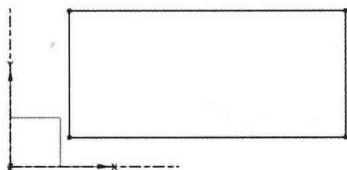

图 1-16 绘制矩形
单击“矩形”按钮,在【矩形】对话框中有三种绘制矩形的方式:①通过两个对角顶点创建矩形;②通过三个顶点创建矩形;③通过中心点、一条边的中心及一个顶点创建矩形,每种画法又可以分为“坐标式”与“参数式”两种,创建的矩形如图 1-16 所示。